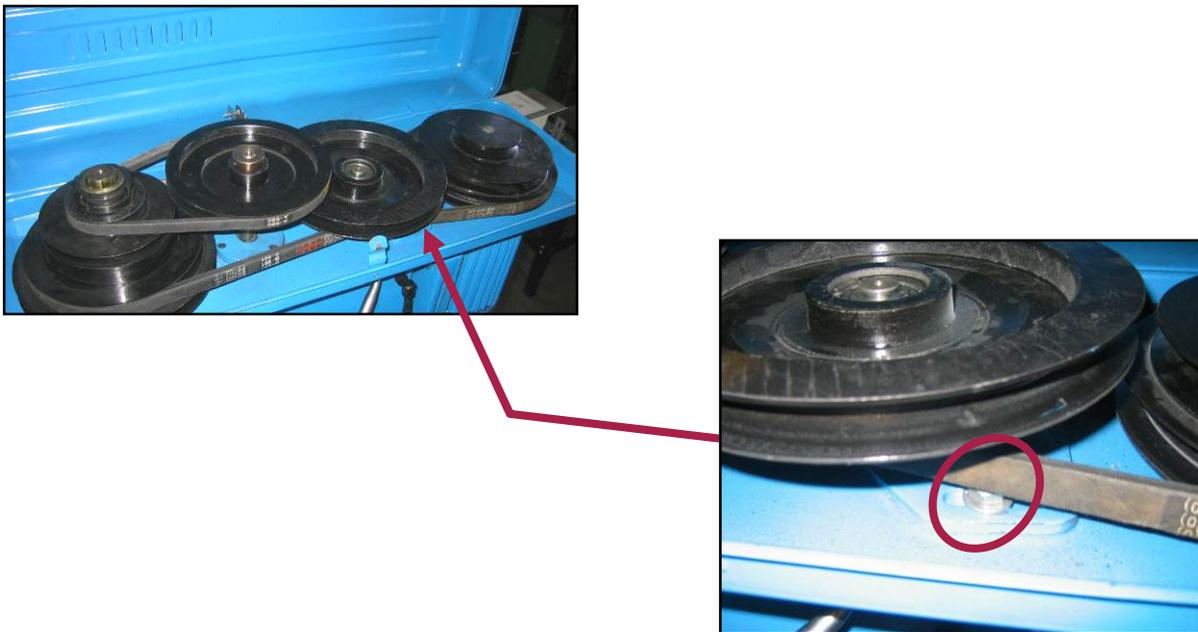

Figura 12 – Dettaglio bulloni (1)
- Svitare i bulloni (1) di blocco della puleggia centrale, utilizzando una chiave per dadi esagonali (figura 12).